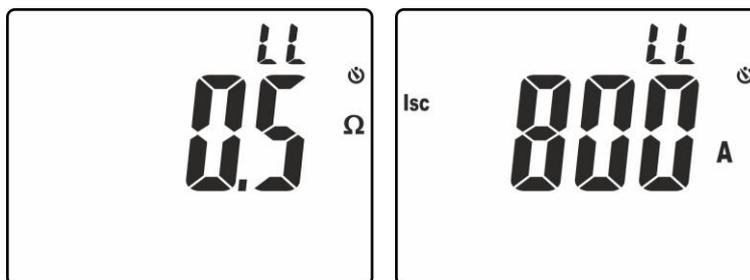

Fig. 28: Risultati della misura di impedenza Loop L-L
12. Nella videata di Fig. 28 – parte sinistra è presente il valore della impedenza di Loop L-L. Premere i tasti $\nabla/\text{⏏}$ o \blacktriangle per visualizzare il valore della corrente di cortocircuito presunta **Isc** (vedere § 9.3)